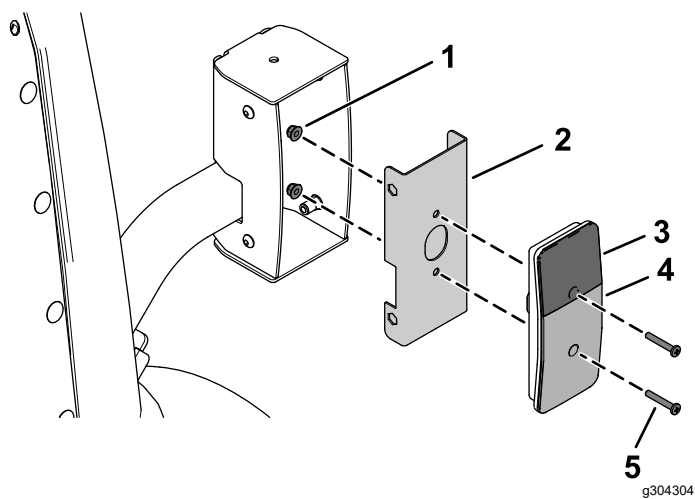
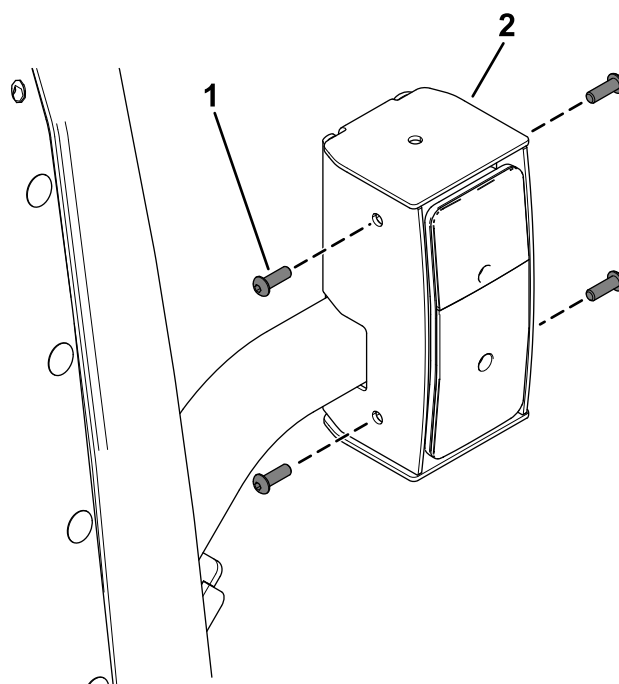

Figura 30
Figura 31
6. Fissate le luci posteriori sui gruppi di supporto interni con 4 viti a testa troncoconica (n. 10 x 1-1/4") e 4 dadi flangiati (n. 10) come mostrato nella Figura 30.
9. Fissate le luci posteriori assemblate nella loro sede utilizzando 8 bulloni a testa bombata (1/4" x 3/4"), come illustrato nella Figura 31.
Accertatevi di montare le luci di posizione con il coprifaro giallo sopra (Figura 30 e Figura 31).